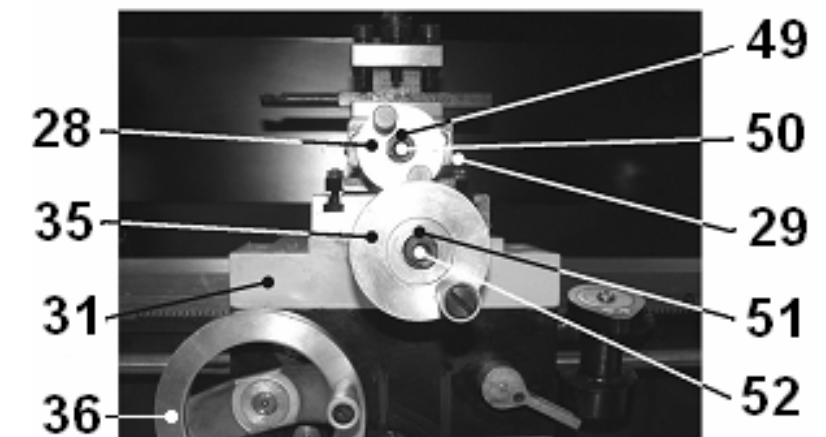

Рис. 8
9.4.2. Регулировка перемещения ходового винта поперечного суппорта (31), Рис.8, выполняется также, как и регулировка перемещения ходового винта поворотного суппорта (29) (См. п. 9.4.1). Ослабьте фиксацию гайки (51) поворотом винта (52) против часовой стрелки. Вращая гайку (51) по часовой стрелке, выберите люфт. Вращение маховика (35) подачи поперечного суппорта (31) должно быть свободным и плавным. Поворотом против часовой стрелки винта (52) зафиксируйте положение гайки (51), Рис.8.